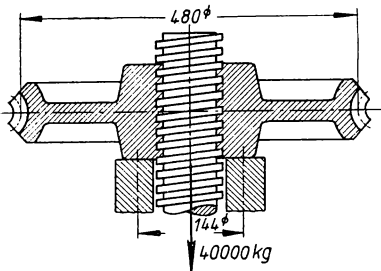

Bild 257
**392.** Bei einer Zerreißmaschine (Bild 257) wird die Zugkraft 40000 kg erzeugt durch eine flachgängige, gegen Drehung gesicherte Schraubenspindel von 96 mm Außendurchmesser, 80 mm Kerndurchmesser,  $\frac{1}{2}$ " Ganghöhe. Das Muttergewinde liegt in der Nabe eines Schneckenrades von 480 mm Teilkreisdurchmesser. a) Welche Umfangskraft muß am Teilkreis wirken zur Erzeugung der Schraubenkraft 40000 kg unter Berücksichtigung der Reibung an der Schraube und an der aufliegenden unteren Stirnfläche der Radnabe? Die Reibung an letzterer werde auf einem mittleren Kreise von 144 mm Durchmesser wirksam angenommen. Die Reibungszahl ist 0,08. b) Wie groß ist der Gesamtwirkungsgrad?